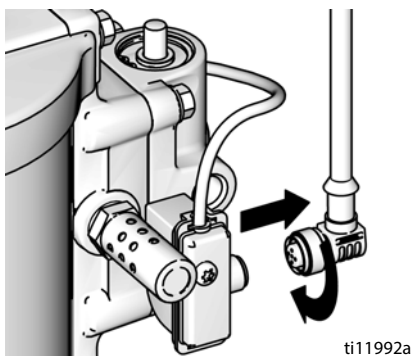

Рис. 11. Отсоединение модуля DataTrak
- Отвинтите кабель от задней поверхности блока язычкового переключателя. См. Рис. 11.